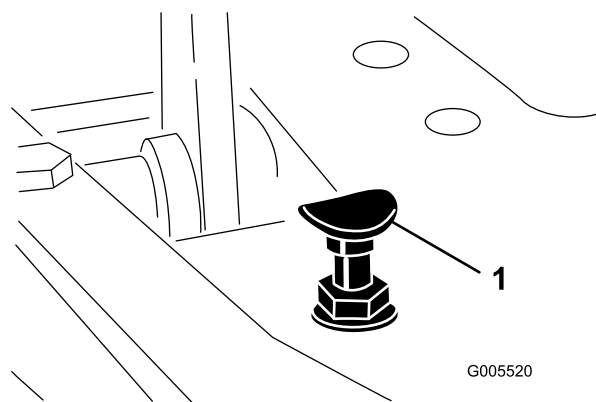

図 43
- モードレバーを移動走行位置にセットし、ペダルストップを固定しているロックナットをゆるめる図 43。
モードレバーを移動走行位置にセットし、ペダルを一杯に踏み込めば最高速度となります。ケーブルに張力が掛かる前にペダルがストップ図 43に当たる場合には調整が必要です。